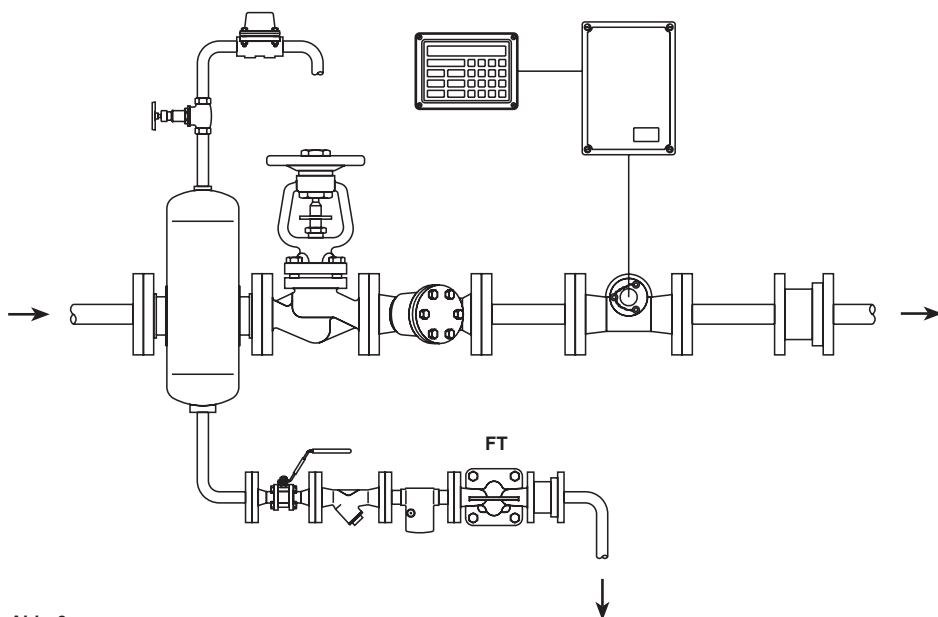

Abb. 6
- 3.5** Der Ableiter sollte unterhalb des Auslasses der Dampfanlage montiert werden, mit einem kleinen Fallrohr unmittelbar hinter dem Ableiter, typischerweise 150 mm (6 Zoll); siehe Abb. 6. Wenn kein Fallrohr möglich ist, dann kann (bei geringer Belastung) der Dampf über dem Kondensat am Boden des Rohres fließen und den Ableiter erreichen.